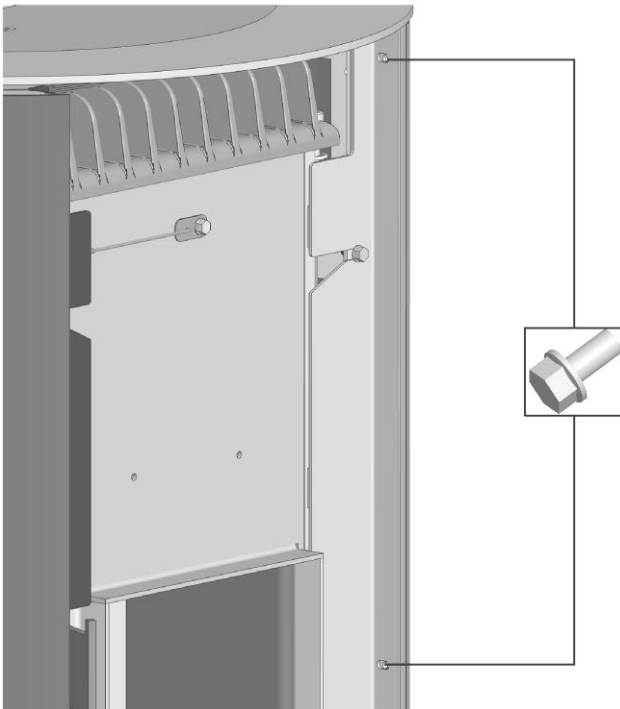
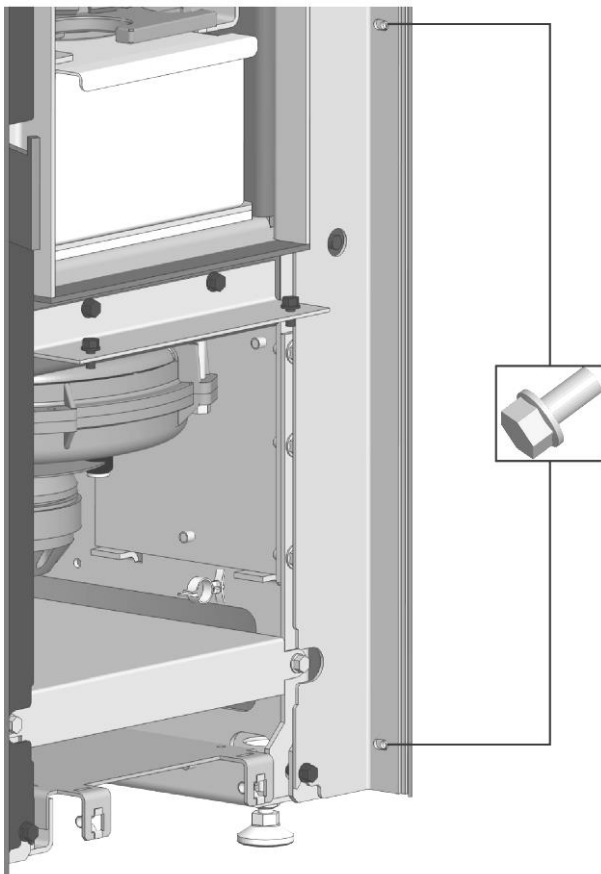

Abb. 17: Herausdrehen Befestigungsschrauben vorne oben
Abb. 18: Herausdrehen Befestigungsschrauben vorne unten
4. Auf der Frontseite seitlich je Seite vier Schrauben herausdrehen (Abb. 17 und Abb. 18).